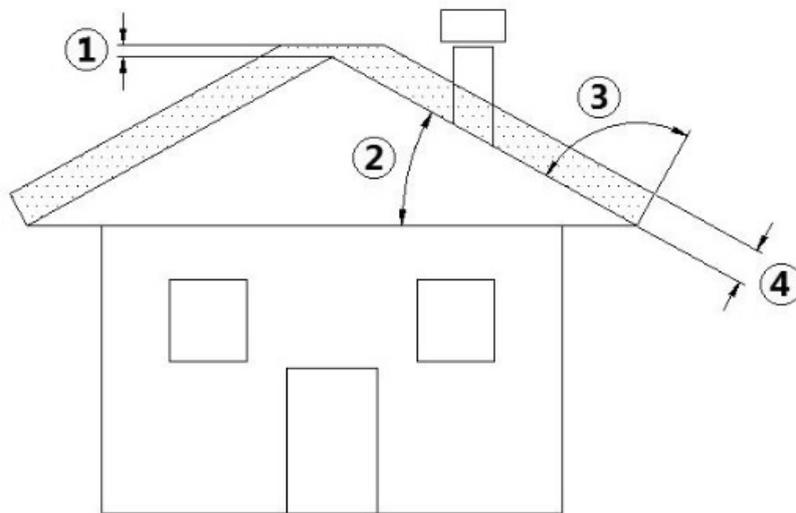

Fig. 3 - Geneigtes Dach
LEGENDE	Fig. 3
- Die Höhe des Auslasses in die Atmosphäre muss außerhalb des Rückflussbereichs liegen, der durch die Form des Daches oder durch Hindernisse hervorgerufen wird, die sich in unmittelbarer Nähe befinden (siehe **Fig. 3**).